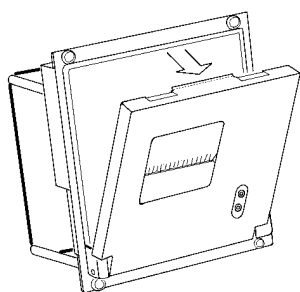

图2-4 打开打印机的前盖板
- (1) 如图2-4所示，打开打印机的前盖板。
- (1) 打开打印机的前盖板，如图2-4所示。
- (2) 从打印机上取下纸卷轴。如打印机上已有纸卷，可跳过这一步到第4步。
- (3) 将新纸卷套在纸卷轴上，然后将纸卷按入打印机的导槽内。